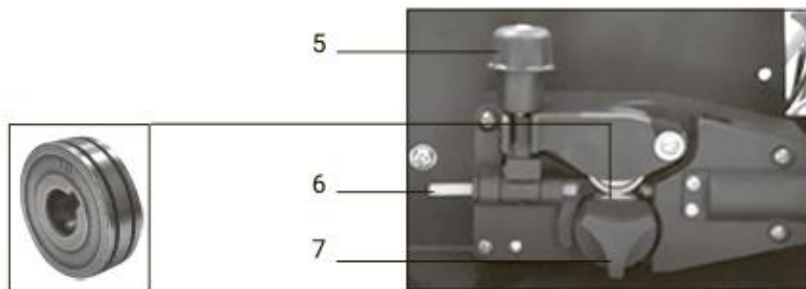

Рис. 3
| 1. Панель управления (более подробное описание на рис. 3); | 7. кнопка выбора режима сварки; |
- открутить фиксатор изменения усилия зажатия (рис. 3, п. 5) и открыть прижимной механизм подачи проволоки отведя его вверх;
- проверьте, что бы размер канавки ролика на прижимном механизме соответствовал диаметру используемой сварочной проволоки, при необходимости поменяйте положение ролика открутив фиксатор ролика (рис. 3, п. 7) против часовой стрелки;
- пропустите проволоку внутри направляющей трубки (рис. 3, п. 6) и дальше в механизм подачи;
- опустите прижимной механизм и установите необходимое усилие прижима ролика поворотом фиксатора (рис. 3, п. 5);